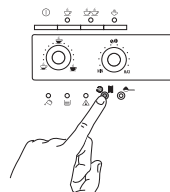

Figura 29
- Pulse y mantenga pulsado el botón ☼ ☼ al menos durante 5 segundos (Figura 29). El botón se iluminará para indicar que inicia el proceso de descalcificación (las luces ☼ y ☼☼ permanecen apagadas para indicar que no se puede hacer ningún espresso/café).